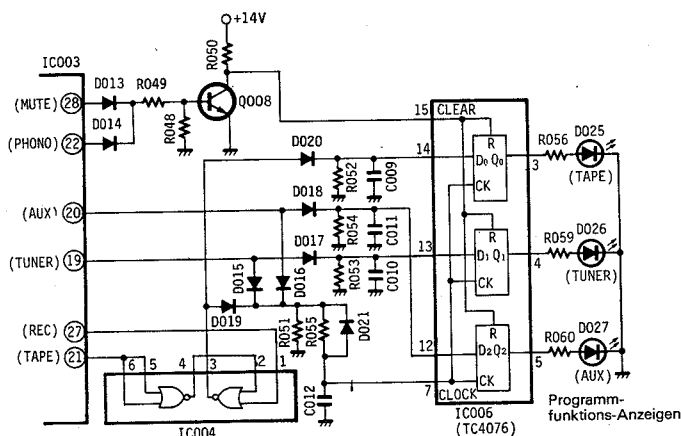

Abb. 10
Wenn während des Blinkens der PHONO-Anzeige (Stummsignal mit hohem Pegel) Anzeigebestimmungen für TUNER, AUX und TAPE PLAY verfügbar sind, so wird das Signal verriegelt und von der Anzeige angezeigt. Rückstellung erfolgt, wenn die PHONO-Anzeige und die Stummausgabe auf OFF (Aus) stehen. In Abb. 10 funktioniert IC006 (TC4076) gemäß der Wahrheitstabelle in Tabelle 4. Bei hoher Spannung von CLEAR-Stift ⑮, oder, in anderen Worten, bei niedriger Spannung beider Stifte MUTE ⑳ und PHONO ㉒ von IC003 werden die Ausgabestifte ③ ~ ⑤ von IC006 auf niedrige Spannung gesetzt und die Programmfunktionsanzeigen erlöschen.